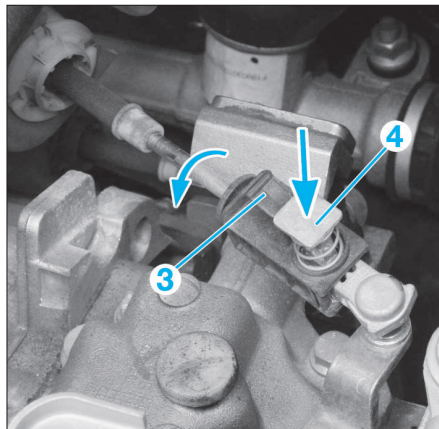

FIG. 19
- Armer le dispositif de réglage automatique situé sur le câble de sélection des vitesses en tirant vers l'arrière le dispositif (3) et en abaissant le ressort de verrouillage (4). Relâcher ensuite le dispositif (3) afin de maintenir en position le ressort de verrouillage (Fig.19).
- Clipper le câble de sélection sur la rotule puis appuyer vers l'arrière sur le dispositif (3) afin de relâcher le ressort de verrouillage (4).